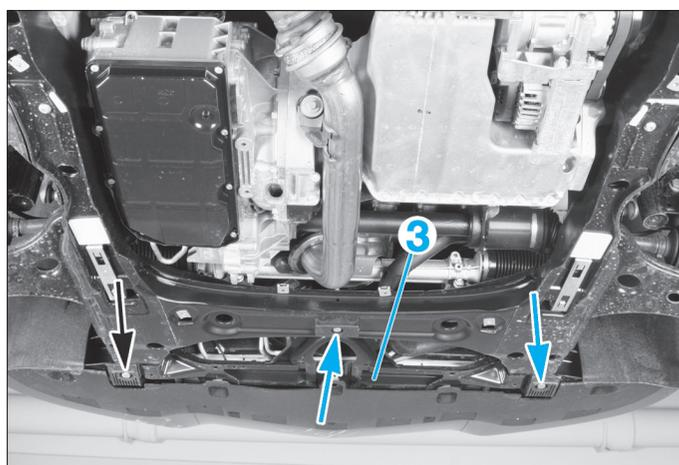

FIG. 13
- Déposer les vis (flèches) du support de radiateur (3) (Fig.13).